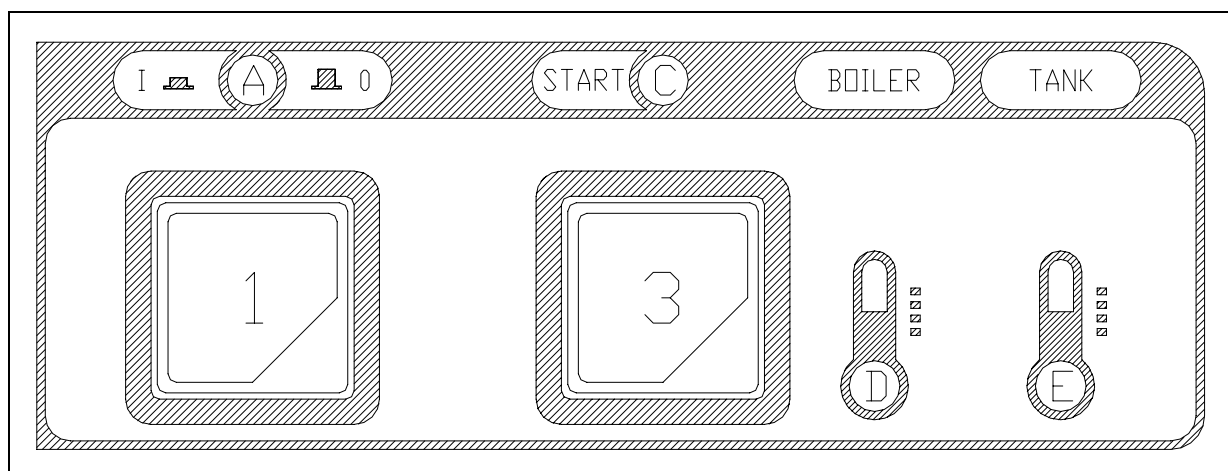

Fig. 3-2
- A riempimento avvenuto, aprire la porta (I) e introdurre il detersivo (ca. 2 gr. Per litro di capacità della vasca). Inserire il cesto (L) carico e chiudere la porta (I). A questo punto premere il pulsante START (3) (almeno per 2 secondi) e avrà inizio il ciclo di lavoro visualizzato dalla lampada spia (C): la fine del ciclo coincide con lo spegnimento di questa spia. Per spegnere la macchina si dovrà disinserire l'interruttore (1) portandolo nella posizione (0) spia (A) spenta. (fig.3-2÷3-3).
- When the water intake cycle is complete, open the door (I) and add detergent (about 2 g. per litre of tank capacity). Position the full basket (L) and close the door (I). Now press the START button (3) (at least for 2 seconds) and the wash cycle displayed by light (C) will start. When the cycle is over, this light goes out. To turn off the appliance, turn the switch (1) to 0. Light (A) indicates the appliance is off (fig.3-2÷3-3).
- Nach erfolgter Füllung die Tür (I) öffnen und das Spülmittel einfüllen (ca. 2g/l Fassungsvermögen des Spülbehälters) Den gefüllten Geschirrkorb (L) einsetzen und die Tür (I) schließen. Nun die START-Taste (3) mindestens 2 Sekunden lang drücken, und das Spülprogramm beginnt, die Kontrollampe (C) leuchtet auf und am Programmende erlischt die Kontrollampe. Um das Gerät auszuschalten, muß der Schalter (1) auf die Position 0 gestellt werden, die Kontrollampe (A) erlöscht (fig.3-2÷3-3).
- Lorsque le remplissage est terminé, ouvrir la porte (I) et verser le déterfif (environ 2 g pour chaque litre remplissant la cuve). Introduire le panier (L) plein et fermer la porte (I). A ce stade, presser le bouton-poussoir START (3) (au moins 2 secondes) et le cycle de fonctionnement commencera, visualisé par la lampe-témoin (C). La fin du cycle coïncide avec l'extinction de ce voyant. Pour arrêter la machine, il faudra débrancher l'interrupteur (1) en le ramenant sur la position 0: lampe-témoin (A) (fig.3-2÷3-3).
- Después del llenado, abra la puerta (I) y vierta el detergente (2 gramos aproximadamente por litro de capacidad de la cuba). Introduzca el cesto (L) carga y cierre la puerta (I). Pulse ahora START (3) (almenos durante 2 segundos) para arrancar el ciclo de trabajo: se enciende la luz testigo (C), que se apagará al final del ciclo. Para apagar la máquina desconecte el interruptor (1): posición 0, luz testigo (A) apagada (fig.3-2÷3-3).
- Após o enchimento abrir a porta (I) e adicionar o sabão (cerca de 2 gramas para cada litro de capacidade da máquina). Colocar o cesto (L) cheio com a louça e fechar a porta (I). A partir deste ponto, acionar o botão START (3) (pelo menos por 2 segundos) e iniciar o ciclo de lavagem, cujo funcionamento será indicado pela luz (C); ao final do ciclo a luz anteriormente indicada se apagará. Para desligar a máquina basta acionar o interruptor (1) até a posição 0 e assim a luz (A) se apagará.(fig.3-2÷3-3)